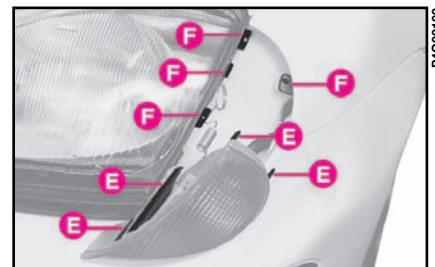

fig. 19
6) vuelva a colocar el grupo transparente, introduciendo las lengüetas **E**-fig. 19 en las guías **F** al lado del faro;